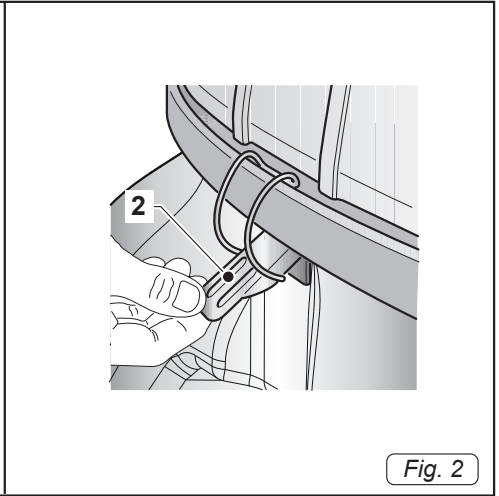
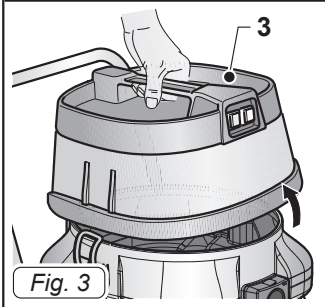

Fig. 2
Fig. 3
- Desconectar las palancas (2 Fig. 2) y quitar la tapa (3 Fig. 3) con la unidad motor.
- Volver a poner la tapa y bloquearla con las palancas (2 Fig. 2).
- Desenganchar las palancas (2 Fig. 2) y retirar la tapa (3 Fig. 3) con grupo motor.